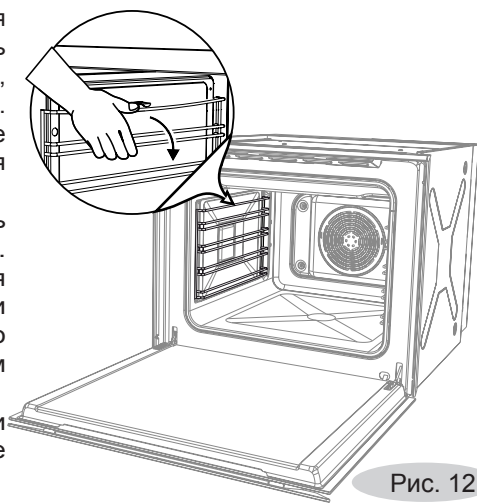

Рис. 12
- **Проволочные направляющие** предназначены для установки решетки или жаровни на различных уровнях. Для удобства ухода за духовкой их можно снять (рис. 12).
- Для снятия проволочных направляющих нажмите на верхний пруток направляющей до выведения ее из зацепления с упором. Отведите направляющую в сторону и достаньте из духовки (рис. 12)